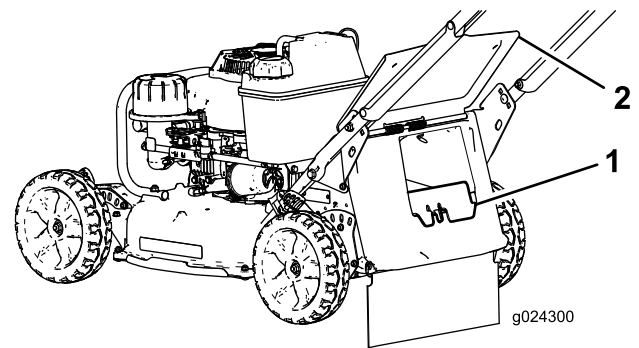

Bild 18
setzen sie in den Heckauswurfkanal ein, bis der Riegel einrastet (Bild 18).
3. Drücken Sie zum Entfernen der Heckauswurfklappe mit dem Daumen auf den Riegel und ziehen die Klappe aus der Maschine (Bild 18).